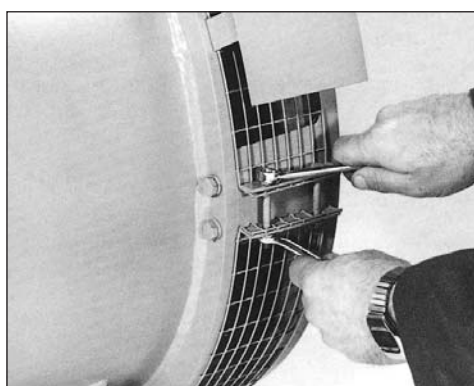

Figura 6-79
2. a. Para generadores de un balero sencillo, si el ensamble del enrejado está montado en el adaptador, retire los pernos del montaje y retire el enrejado (figura 6-79). **(Nota:** No retire la tapa escurridora del ensamble del enrejado si la tiene). Inserte dos pasadores guías en el volante motor y dos en el montaje del volante motor. Ajuste la posición del generador hasta que los dispositivos de discos estén piloteados en el volante motor. Retire los pasadores guías y asegure los discos con los pernos grado 8 y las arandelas de acero o con tornillos de casquete grado 8 y arandelas de presión para trabajos pesados. Apriete según las especificaciones dadas en la sección 12.